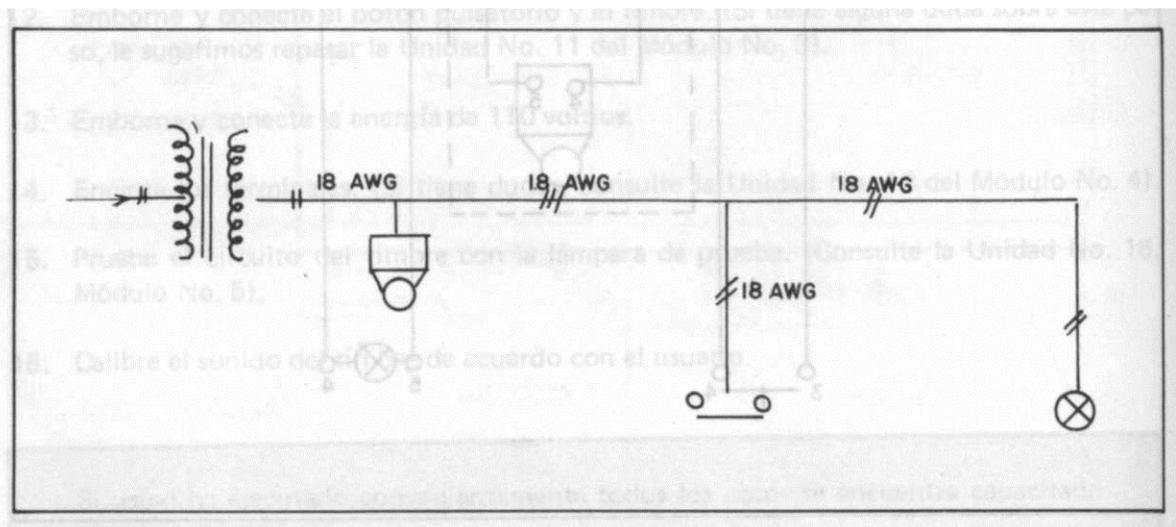

Fig. 10
3. Elabore el plano unifilar según Normas Icontec (Fig. 10).